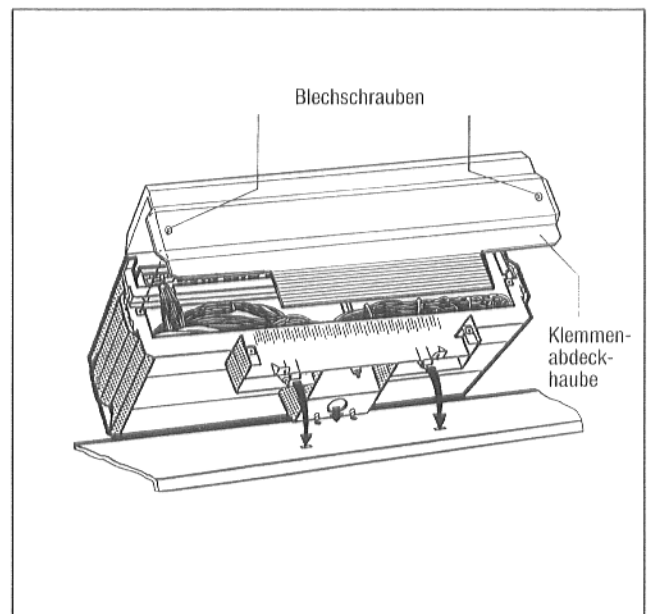

Abb. 17
- Die beiden Blechschrauben aus der Klemmenabdeckhaube herausdrehen und Haube abnehmen (Abb. 17).
- Regelgerät so aufsetzen, daß sich die Einschiebehaken vorne in die ovalen Bohrungen einführen, Regelgerät nach vorne ziehen und anschließend nach hinten abkippen, bis die beiden elastischen Haken rechts und links einrasten (Pfeile – Abb. 17).
- Klemmenabdeckhaube an der Rückseite des Regelgerätes mit 2 Blechschrauben anschrauben (Abb. 17 u. 21).